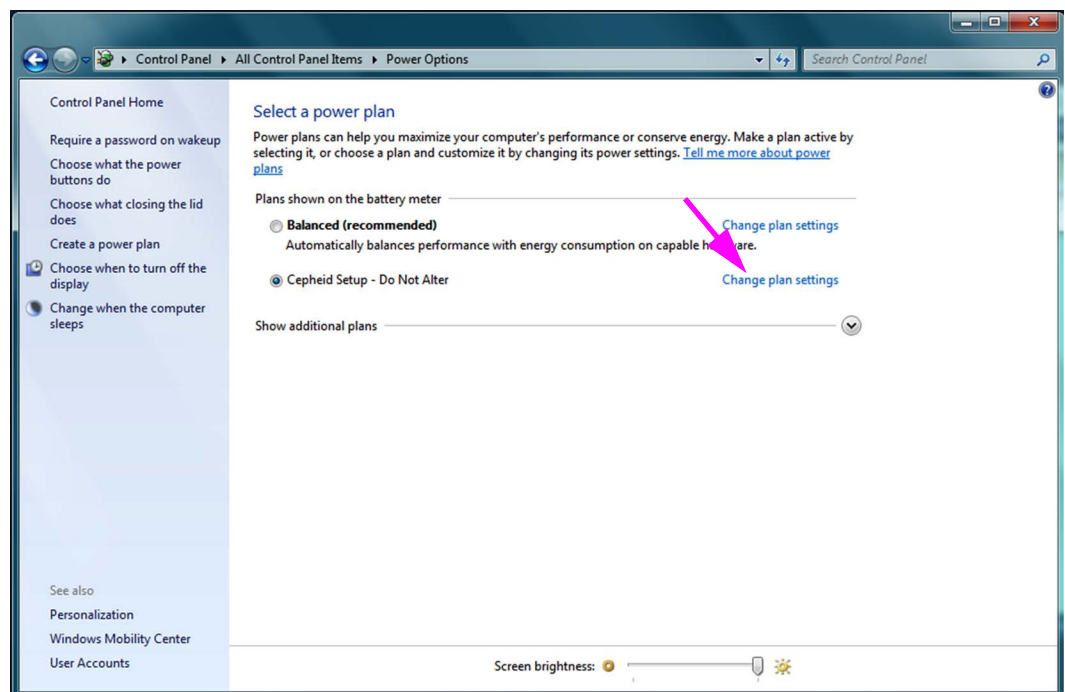

Figure 2-19. Fenêtre Power Options (Options d'alimentation)
3. Cliquez sur **Change plan settings (Modifier les paramètres du plan)** dans la section **Cepheid Setup - Do not Alter (Configuration Cepheid – Ne pas modifier)**. Voir Figure 2-19. La fenêtre **Edit Plan Settings (Modifier les paramètres du plan)** s'affiche. Voir Figure 2-20.
10. **Pour les portables uniquement :** Cliquez sur **Cancel (Annuler)** pour fermer la fenêtre Edit Plan Settings (Modifier les paramètres du plan). La fenêtre Power Options (Options d'alimentation) s'affiche (cf. Figure 2-19).